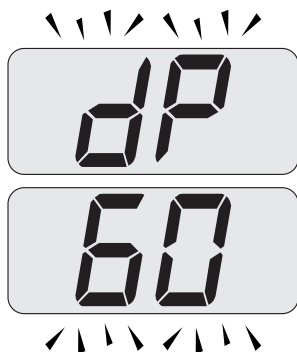

Figura 7.6
- Pulse 2 veces el botón 17 hasta que aparezcan en la pantalla LCD las letras **DP** alternadas con el valor de temperatura del agua de calefacción (ej. **60**), que indican la entrada en la activación de la "función deshollinador" a la potencia máxima para agua sanitaria (Figura 7.6).